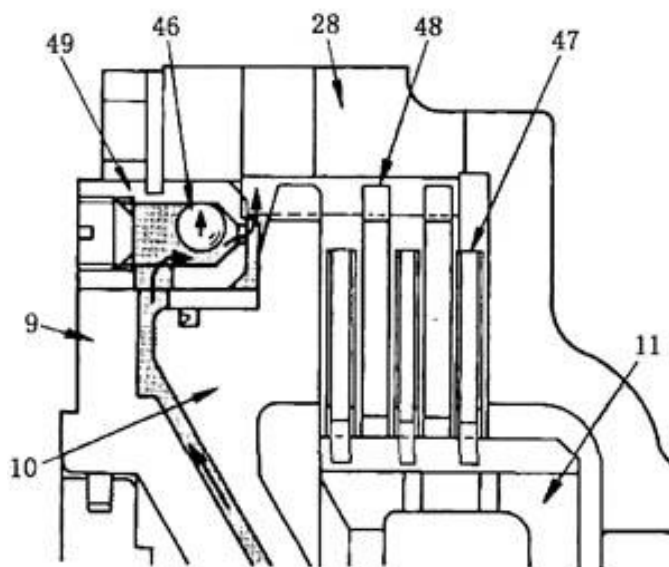

Рис. 5-21
## (2) Выключение муфты (Рис. 5-21)